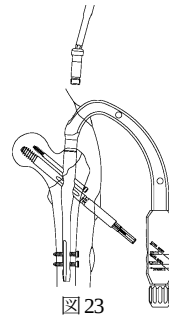

図23
- 22) ストレートドライバー-L を用いてネイル接続ネジを外し、ターゲットデバイスを取り外します。（図23）